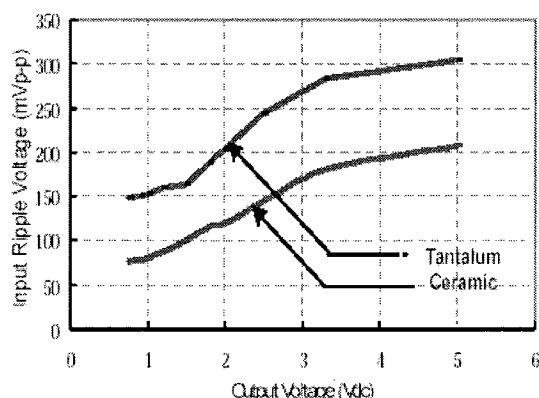

図8 Input voltage ripple VS Output voltage
- 3、 6 $\times$ 47 μ F タンタルコン 、 6 $\times$ 22 μ F セラコン . . . 図8